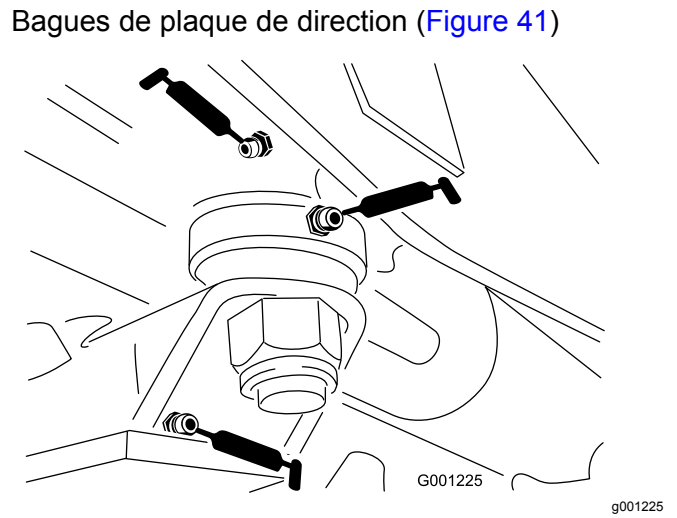

Figure 41
- Bague d'axe de fusée (Figure 41)